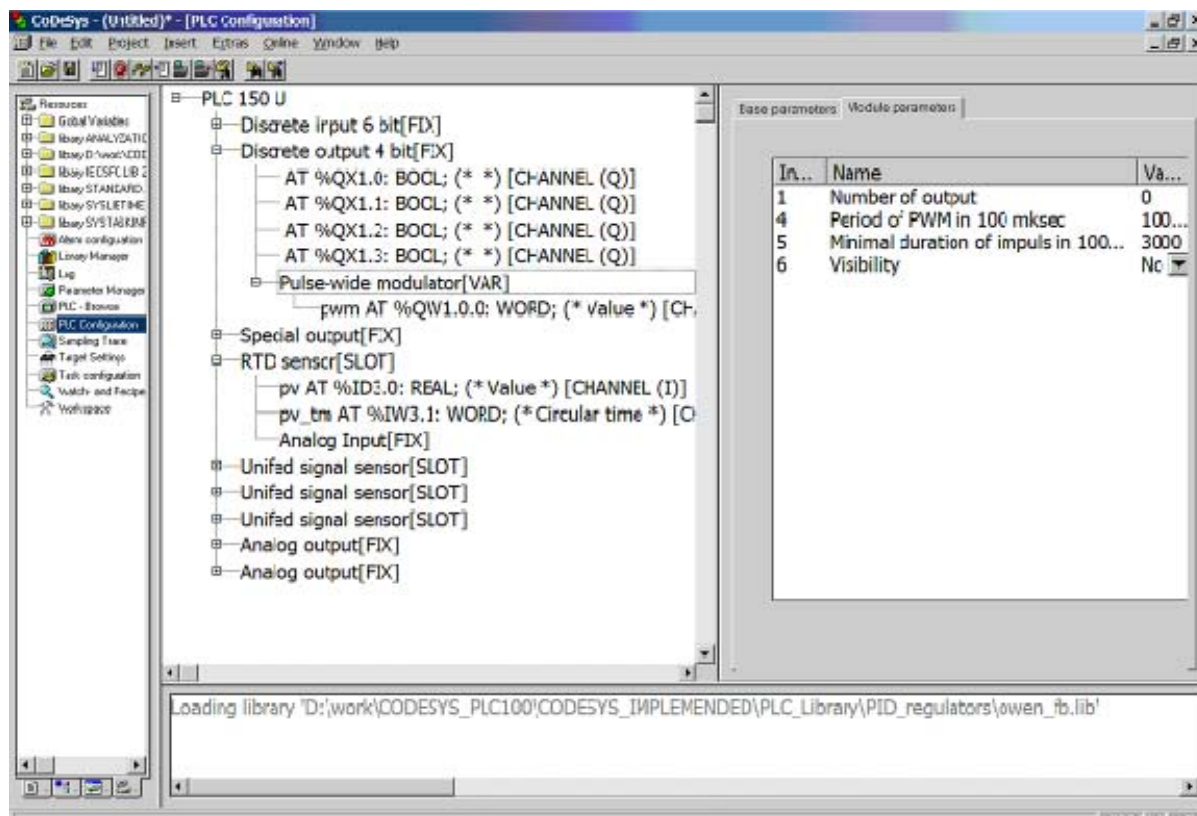

Рис. 3.4. Окно настройки входов-выходов ПЛК
- «привяжите» ФБ к измерителю (ПЛК150.U-L), т.е. введите названия соответствующих переменных напротив входов Pv, Pv_time (см. рис. 3.4).